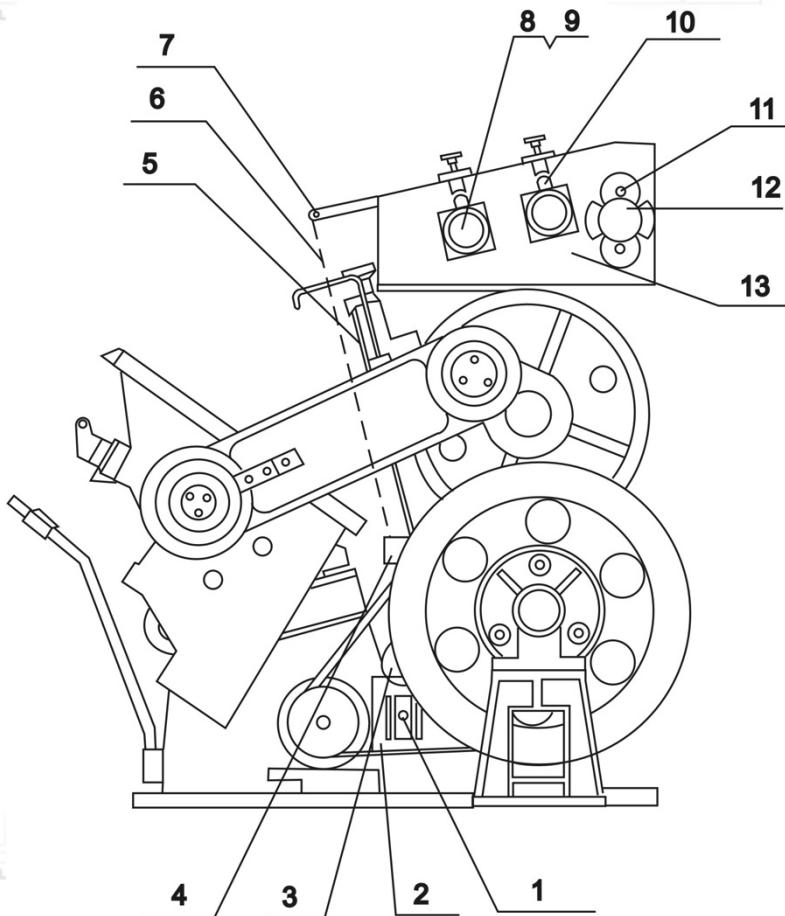

Рис. 4. Узел золочения
- 2.8.1. См. рис. 4. Главными компонентами узла золочения являются головка золочения, пластина золочения и стойка для разгрузки из трех частей.
- 3.6.4. Загрузка фольги, протягивание фольги: покрытие валика материала фольги на разгрузочном вале (3), на двух концах с конической втулкой домкрата. Фольга проходит через верхний и нижний направляющий вал для фольги (4, 7), протягивается между валиком протягивания
фольги (8) и скошенным валиком, и соединяется на приводном вале приемно-выводного устройства (11), для фольги, см. рис. 4.